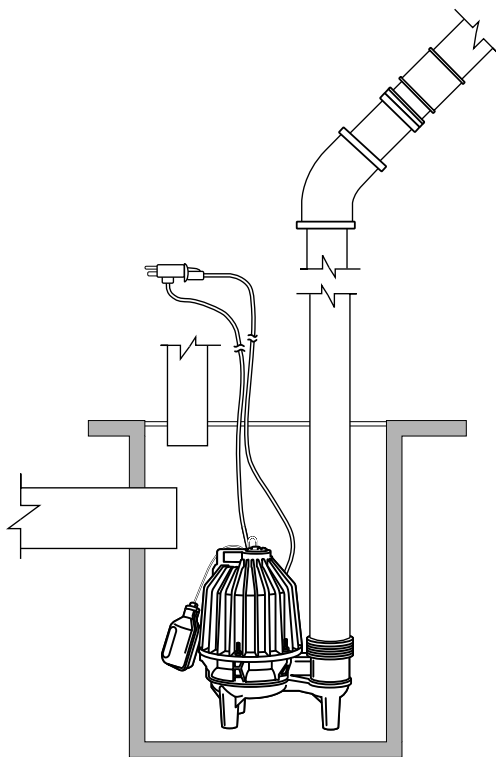

Figura 3 - Instalación de la bomba de cloaca
1. Construya una cuenca de concreto, acero o plástico que tenga 24" (61 cm) de fondo y al menos 18" (46 cm) de diámetro (Figura 3). Si la cuenca ya está hecha, asegúrese de que tenga el tamaño correcto.